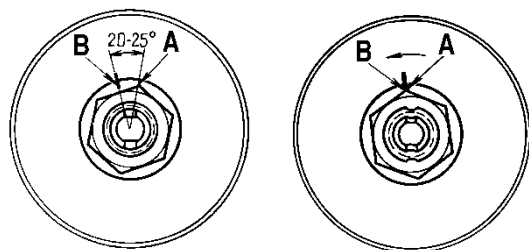

Рис. 4-5. Затягивание и регулировка подшипников ступицы переднего колеса:
- на шайбе сделайте метку В (рис. 4-5), затем отпустите на 20-250 гайку до совпадения первой кромки А с меткой;